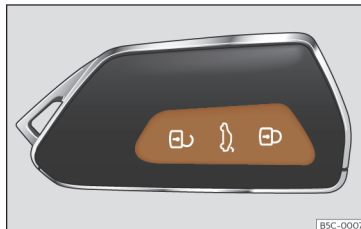

Fig. 73 Chave por comando à distância: teclas.
- Trancar: pressione o botão  >>> **Fig. 73**.